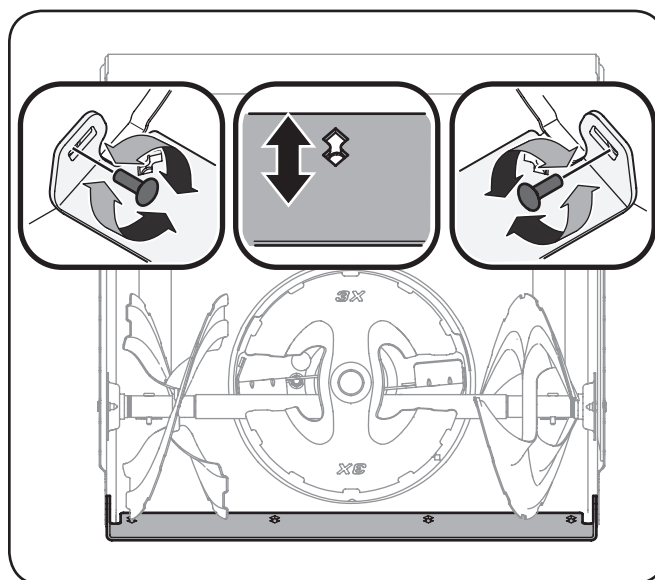

Figure 6-2
4. Glissez la plaque de raclage vers le bas à la deuxième position. Insérez tous les boulons et serrez-les bien. Voir Figure 6-2.